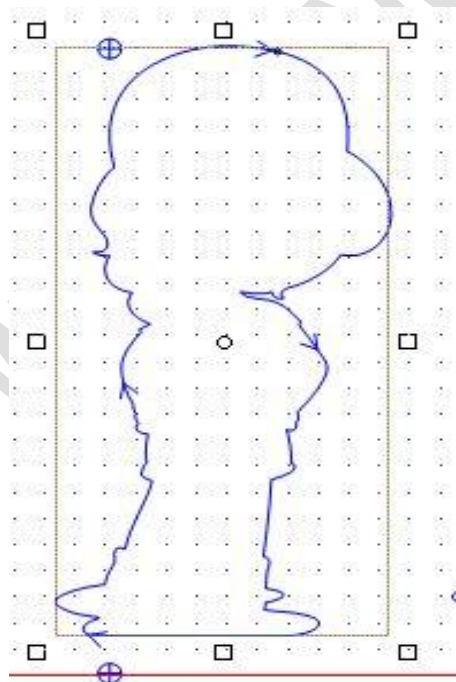

图 53 修改方向后的加工轮廓
- 如图 53 所示,取消勾选<方向>选项后,加工轮廓由逆时针改为顺时针